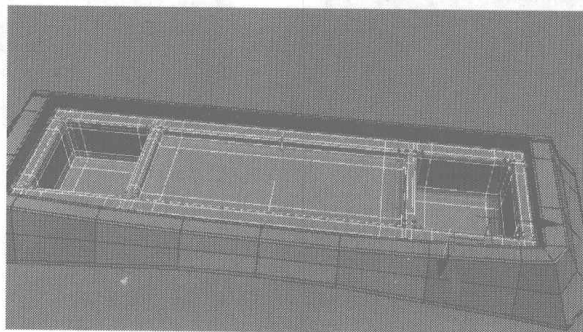

图 4.389
- 43** 切换为节点编辑, 框选如图 4.389 所示的节点, 将其删除, 在工具栏中单击 按钮, 在弹出的对话框中依照默认值进行设置, 将物体镜像。